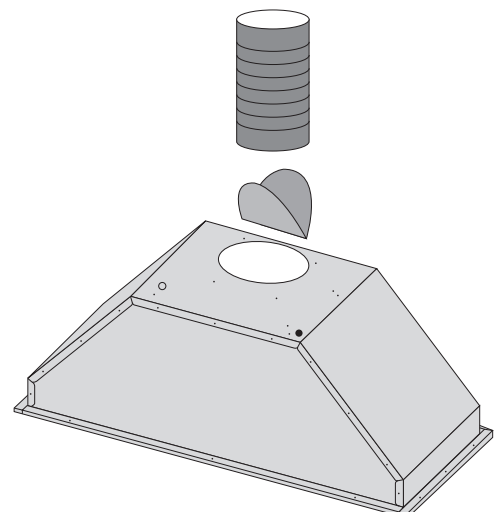

Figure 2
- Fixez le obturateur du clapet sur le dessus du ventilateur. (Voir figure 2)